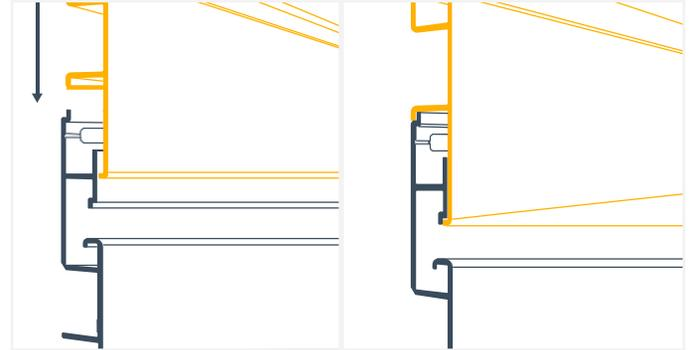

Fig. 33
12. Ensuite, exercez une légère pression vers le bas (vers le plancher) pour emboîter le panneau avec le panneau précédemment installé en dessous. Vous sentirez et entendrez un « déclic » lorsque les panneaux se seront correctement emboîtés (Fig. 33).